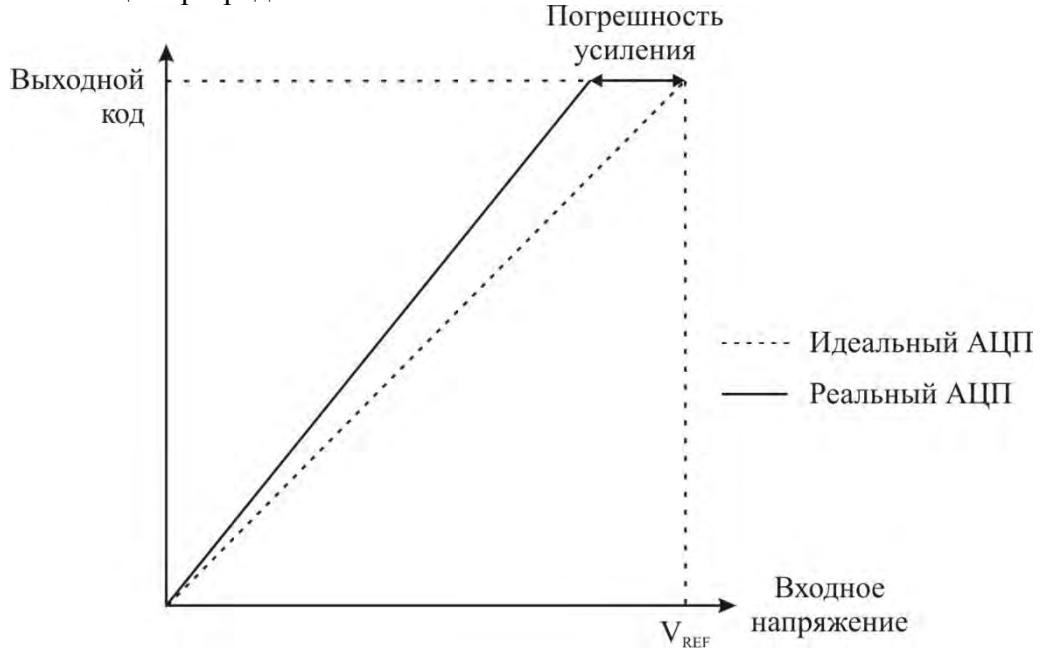

Рисунок 3.117 – Погрешность усиления
2. Погрешность усиления (рисунок 3.117). После корректировки смещения погрешность усиления определяется как отклонение последнего перехода (с 0x3FE на 0x3FF) от идеального перехода (т. е. отклонение при максимальном значении 1,5 младшего значащего разряда ниже максимума). Идеальное значение: ноль.